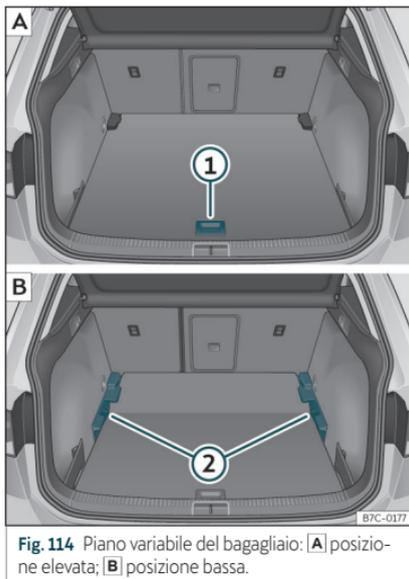

Fig. 114 Piano variabile del bagagliaio: **A**) posizione elevata; **B**) posizione bassa.
• Per passare dalla posizione bassa a quella elevata, sollevare il piano mediante la maniglia»» fig. 114 ①, e tirarlo all'indietro finché la parte anteriore del piano non sarà completamente fuoriuscita rispetto ai supporti »» fig. 114 ②.
• Far scorrere il piano in avanti attraverso i supporti fino a farlo entrare in contatto con lo schienale dei sedili posteriori, e, successivamente, abbassare il piano con la maniglia ①.
• Per passare dalla posizione elevata a quella bassa, sollevare il piano mediante la maniglia »» fig. 114 ①, e tirarlo all'indietro finché la parte anteriore del piano non sarà completamente fuoriuscita rispetto ai supporti »» fig. 114 ②.
• Far combaciare la parte anteriore con il piano e spingere il piano in avanti fino a farlo entrare in contatto con lo schienale dei sedili posteriori, abbassando allo stesso tempo il piano con la maniglia ①.
• Con il piano variabile in posizione elevata, sollevarlo con la maniglia»» fig. 114 ①, tirarlo e spingere verso lo schienale dei sedili posteriori finché il piano non si piega sulla linea della cerniera e la parte mobile del piano non si appoggia sullo stesso.
• Per passare dalla posizione elevata a quella bassa, sollevare il piano variabile con la maniglia»» fig. 114 ① e tirarlo leggermente all'indietro.
• Spingere il piano variabile verso i sedili posteriori ribaltati con la maniglia ①, applicando una lieve pressione verso il basso affinché la parte mobile del piano raggiunga il livello degli schienali dei sedili posteriori. »